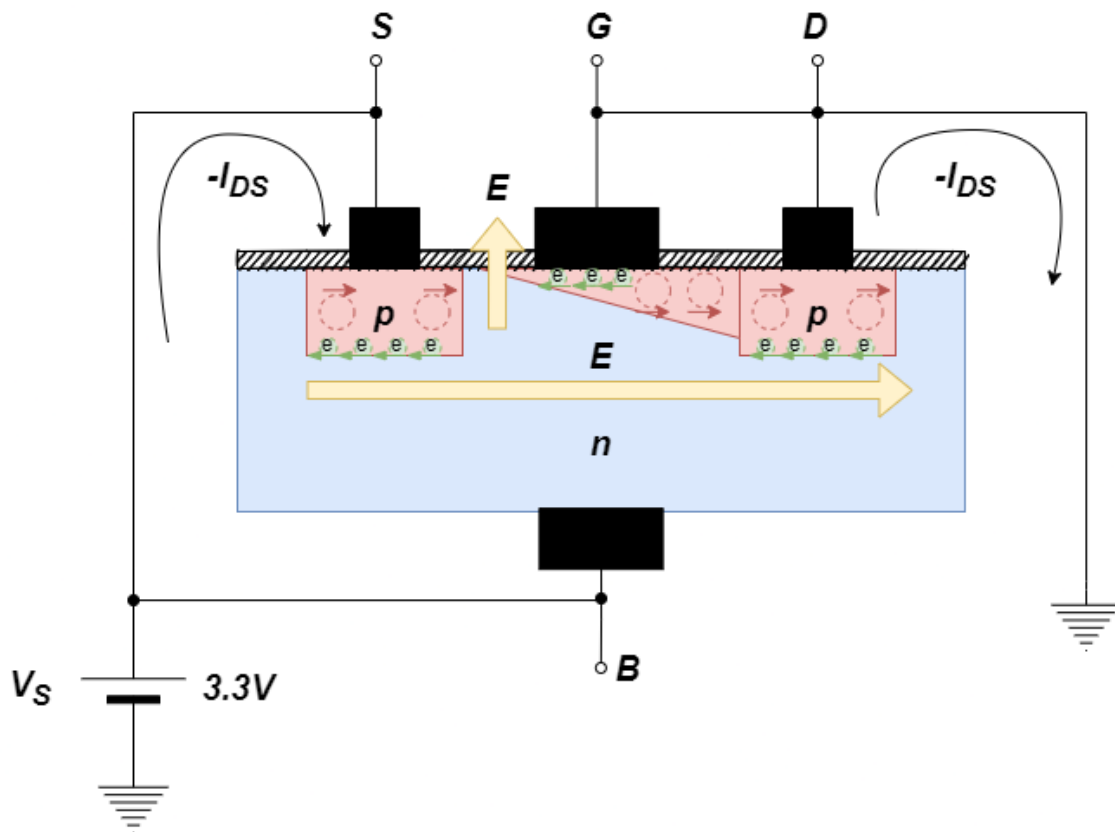

Figura 1: Transistor PMOS en saturación. (Creación Propia)
0.8. Diseñe una sola celda de lógica CMOS que realice la misma función lógica que el circuito de la figura 1.